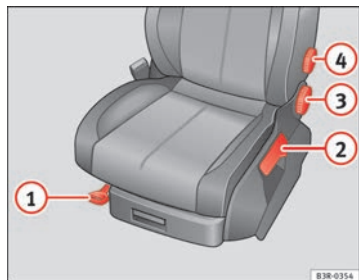

Fig. 106 Mandos en el asiento del conductor
- Levante la palanca ① ⇒ fig. 106 y desplace el asiento hasta la posición deseada.
- Suelte la palanca ① y siga desplazando el asiento hasta que encaje el bloqueo.
- Tire de la palanca ② ⇒ fig. 106 hacia arriba varias veces hasta alcanzar la posición deseada.
- Con la mano, gire la rueda ③ ⇒ página 141, fig. 106 para ajustar la inclinación del respaldo.
- No ejerza fuerza sobre el respaldo y gire la rueda ④ ⇒ página 141, fig. 106 para ajustar el apoyo lumbar.